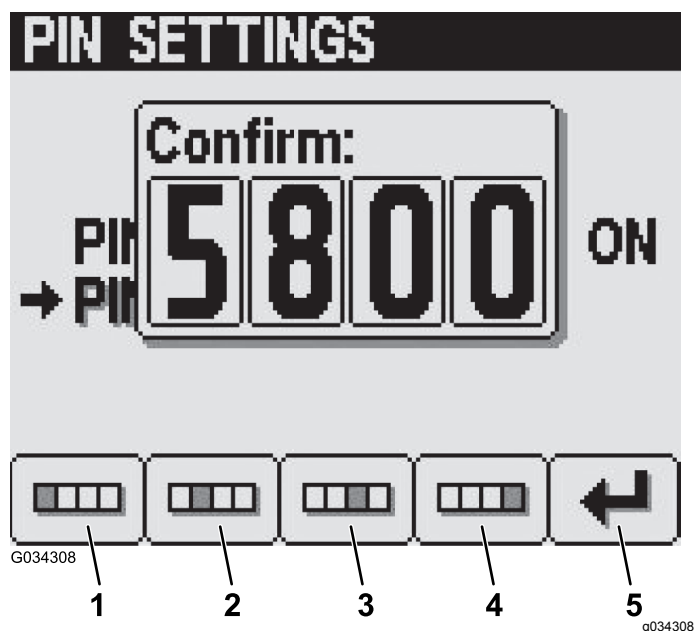

Figure 30
6. Confirmez le nouveau code PIN au moyen des boutons 1 à 4, puis appuyez sur le bouton 5 lorsque vous avez terminé (Figure 30).
Remarque: Après confirmation des réglages du code PIN (Figure 30), l'écran Code PIN correct s'affiche pendant 5 secondes environ.